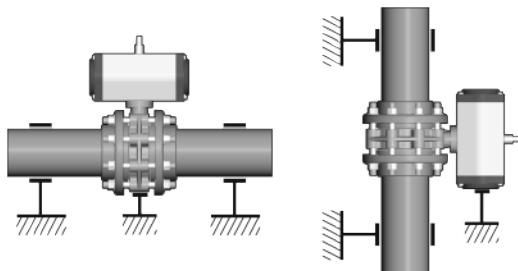

Fig. 1
- Le valvole motorizzate, devono essere adeguatamente supportate (vedi Fig. 1).
- Angetriebene Klappen sollten, richtig eingebaut werden (fig. 1).